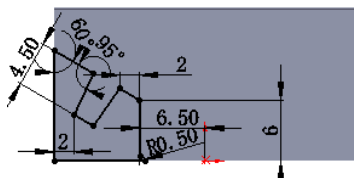

图 6.7 横断面草图
② 定义横断面草图。在草图环境中绘制图 6.7 所示的横断面草图。
(3) 定义切除深度属性。在“切除—拉伸”对话框的**方向1**区域中选中 ☒ **与厚度相等(L)** 复选框与 ☒ **正交切除(N)** 复选框。其他采用系统默认设置值。